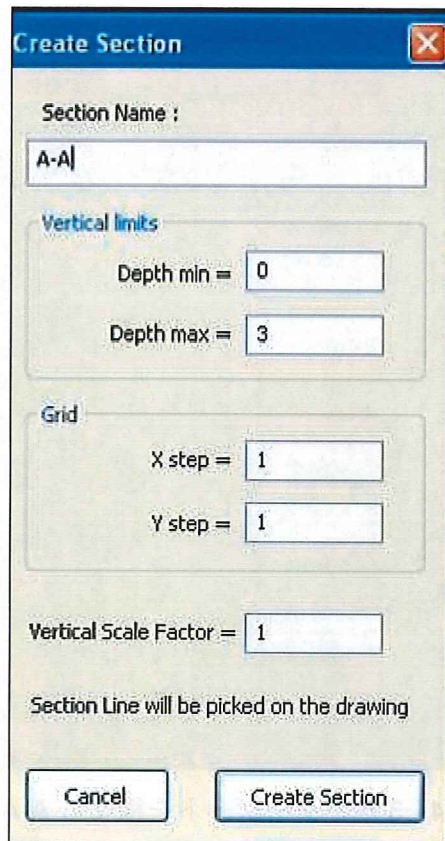

Fig. 6.3 - ダイアログ・ウィンド・パラメータの断面パラメータ
5. *Make Section*  により、「データ・ベース」からインポートされる地図作製法の概略縦、横、水平及び対角断面を自動入手することができる。このボタンを起動させると、そこでどの断面を実行するかを決定できる Fig. 6.3 のウィンドが現れる。断面を作成するには、以下のフィールドを編集しなくてはならない：